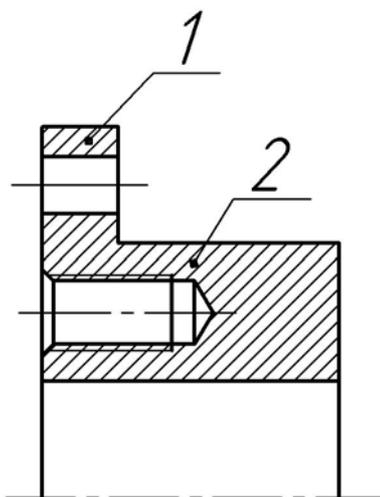

Рис. 15
**Упражнение 6.** Штриховка областей указанием точки внутри области. Заштрихуйте области 1 и 2 с шагом штриховки 1,5 мм (рис.15).